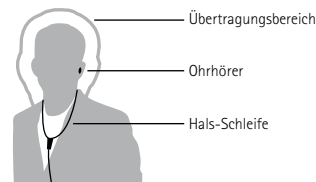
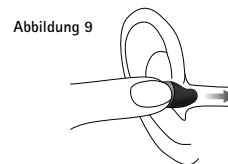

Abbildung 6
Abbildung 9
- ▶ Legen Sie sich die Schlaufe um den Hals und achten Sie darauf, dass sich die Schlaufenbox direkt unter Ihrem Mund befindet (Abbildung 6).
- ▶ Da sich das Mikrofon oben an der Schlaufenbox befindet (Abbildung 6), sollte sich die Box möglichst nah am Mund befinden. Dafür sind Hals-Schlaufen in unterschiedlichen Längen als Ersatzteile verfügbar.
- Setzen Sie einen Profilo Nano-Ohrhörer in Ihr Ohr ein (Abbildung 9). Wenden Sie sich für weitere Informationen bitte an Ihren örtlichen Vertreter oder sehen Sie in der Profilo Nano-Gebrauchsanweisung nach. Das Audiosignal des Funkgeräts wird über die Hals-Induktionsschleife an den Ohrhörer übertragen (Abbildung 6).
Der Übertragungsbereich ist sehr klein und umgibt knapp den Kopf des Endnutzers (keine Gefahr, dass Nachrichten abgefangen werden) (Abbildung 6).